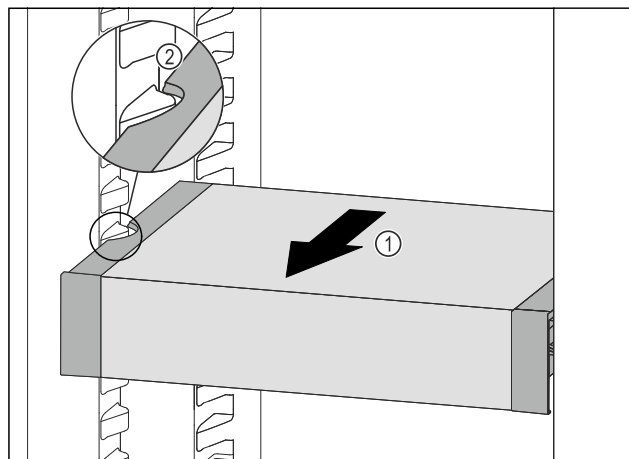

Fig. 132
- ▶ VarioSafe pociągnąć w przód Fig. 132 (1), aż boczne wycięcia szuflady VarioSafe będą się znajdować na wysokości żebrowej pojemnika w chłodziarce. Fig. 132 (2)